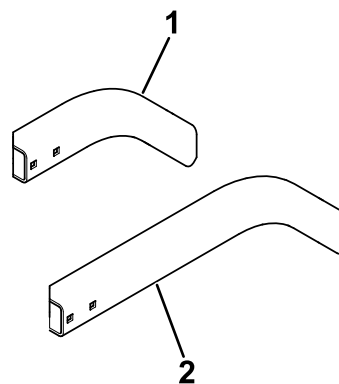

Figura 19
- **Modelo 31980 equipado:** Prenda a montagem comprida direita (Figura 19) à montagem direita utilizando dois parafusos de carroçaria ($\frac{5}{16}$ pol. x $\frac{3}{4}$ pol.) e duas porcas flangeadas ($\frac{5}{16}$ pol.)
- **Modelo 31981 equipado:** Prenda a montagem curta direita (Figura 19) à montagem direita utilizando dois parafusos de carroçaria ($\frac{5}{16}$ pol. x $\frac{3}{4}$ pol.) e duas porcas flangeadas ($\frac{5}{16}$ pol.).